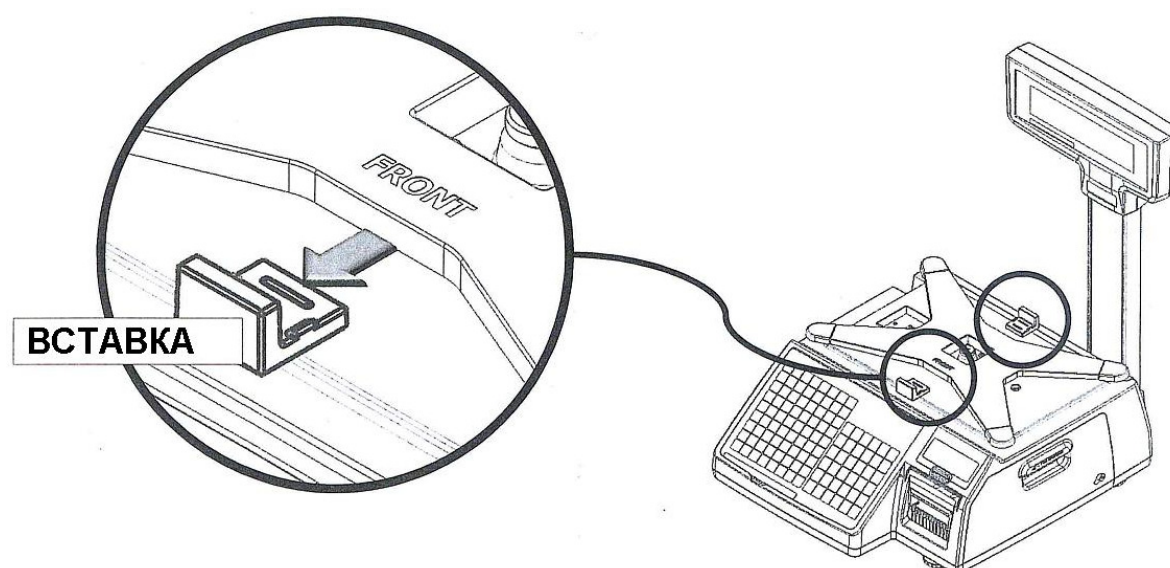

Рисунок 1.7 – Распорные вставки
- ❑ **Удалите две распорные резиновые вставки, расположенные между крестовиной и верхней частью корпуса весов (см. рисунок 1.7).**